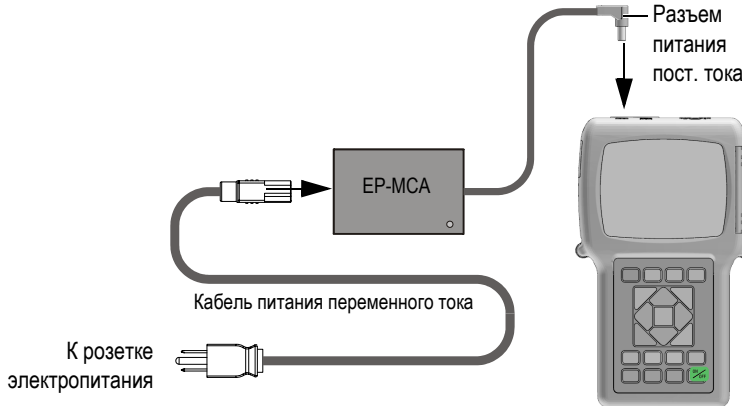

Рис. 2-2 Подключение зарядного устройства/адаптера
1. Подключите кабель переменного тока к зарядному устройству/адаптеру (Арт.: EP-MCA [U8767042]) и к соответствующей розетке питания (см. Рис. 2-2 на стр. 38).